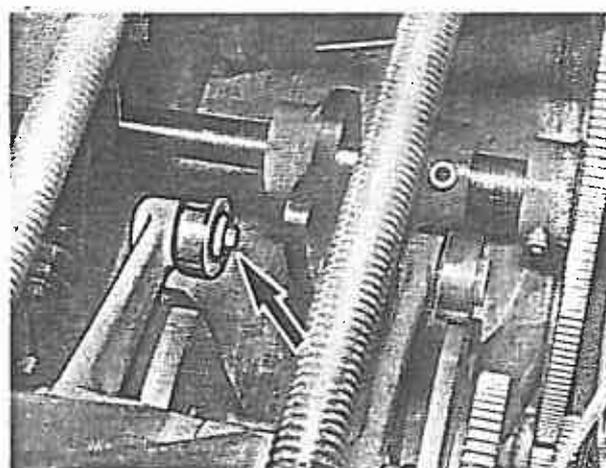

Bild 85
2. Befestigungsschraube (Bild 85/Pfeil) der Kurvenrolle heraus-schrauben und mit Anlaufscheibe abnehmen.